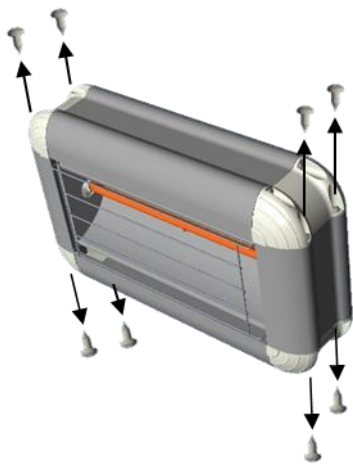

Fig.1 – рис.1
2. Die 4 selbstschneidenden Schrauben von den Seitenteilen entfernen. (Abb.1)